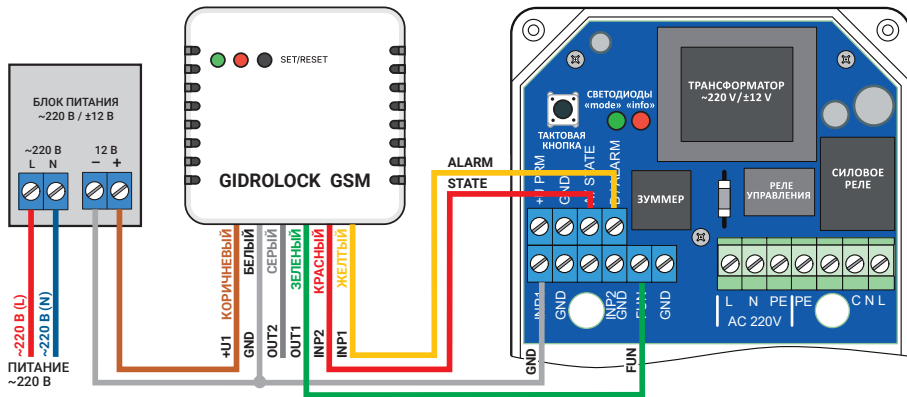

Рис. 5. Схема подключения GSM-модема GIDROLOCK с внешним блоком питания (пример подключения).
5.7 К блоку управления можно подключить **GSM-модем GIDROLOCK**. Схема подключения приведена на рис.5. Для питания **GSM-модема GIDROLOCK** потребуется внешний блок питания 220В/9...15В (1,0А). Клеммы **ALARM** – **INP1** используется для SMS оповещения об аварийной ситуации (протечка воды). Клеммы **STATE** – **INP2** используется для SMS оповещения о состоянии шаровых электроприводов. Клеммы **FUN** – **OUT1** используется для управления состоянием шаровых электроприводов путем пересылки SMS-сообщения на **GSM-модем GIDROLOCK** с телефона пользователя .